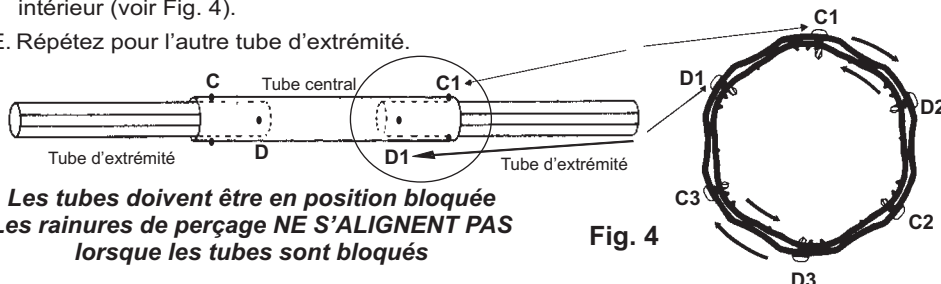

Fig. 4
B. Emboîtez les tubes en tournant le tube central dans la direction opposée à celle du tube d'extrémité. MAINTENEZ LES TUBES EN POSITION BLOQUÉE LORSQUE VOUS INSTALLEZ LA PREMIÈRE VIS AUTOPERCEUSE SUR UNE RAINURE DE PERÇAGE à 2,5 cm (1") en recul de l'extrémité du tube central à l'emplacement "C1" (voir Fig. 4 & 5).
C. Installez 2 autres vis auto-perceuses aux emplacements "C2" & "C3", soit 1 vis toutes les deux rainures de perçage autour des tubes (voir Fig. 4).
D. Aux emplacements "D", installez 3 vis autour du tube central, toutes les deux rainures de perçage à 2,5 cm (1") en recul de l'extrémité où vous avez marqué l'extrémité du tube intérieur (voir Fig. 4).